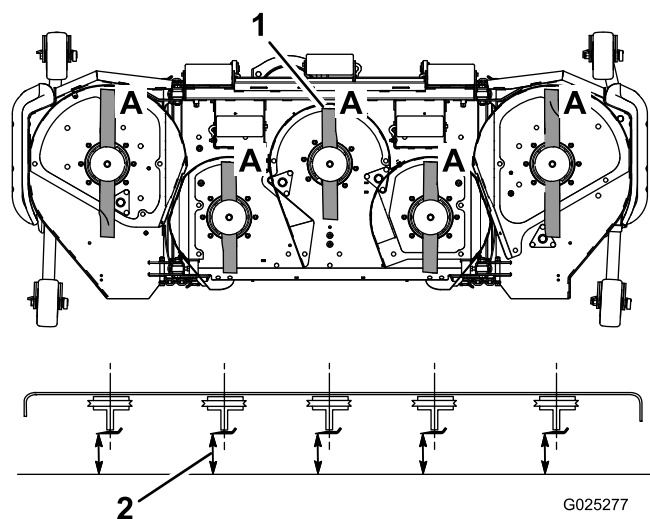

Figura 25
3. Rode as lâminas até as suas extremidades se encontrarem viradas para a frente e para trás (Figura 25).
4. Meça de uma superfície plana à extremidade de corte, posição **A**, das lâminas (Figura 25). Anote esta medida.